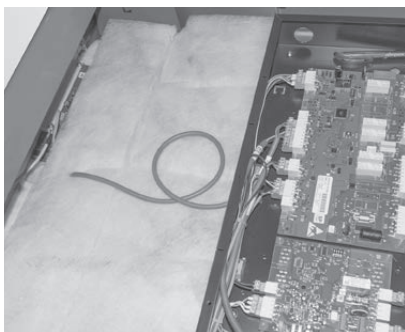

Fig. 74 Posare il cavo dell'interruttore di sicurezza porta e collegarlo a X15
- Posare il cavo dell'interruttore di sicurezza porta nel quadro di comando e collegarlo a X15 – Fig. 74.